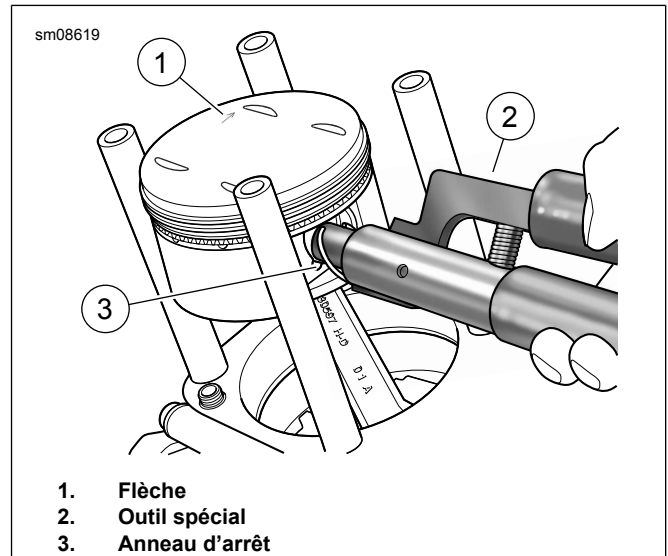

Figure 4. Installez l'anneau d'arrêt
- Figure 4 Aligner et insérer l'outil spécial (2) avec le circlip dans le piston.